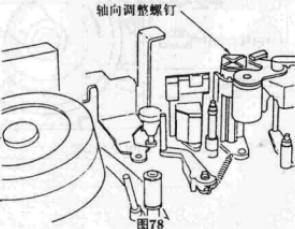

图78
- 步骤: ①轻轻地转动轴向调整螺钉, 直到主导轴子部件刚好接触主导轴定子部件的线圈为止, 如图78所示;
②把高度调整规安装在主导轴转子盘上;